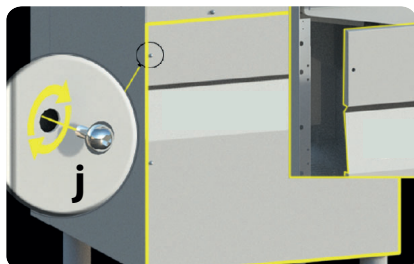

Fig. 11
- Rimuovere il pannello sottoporta per accedere al vano tecnico, agendo sulle viti. (posizione **j** - vedi **Fig. 11**).